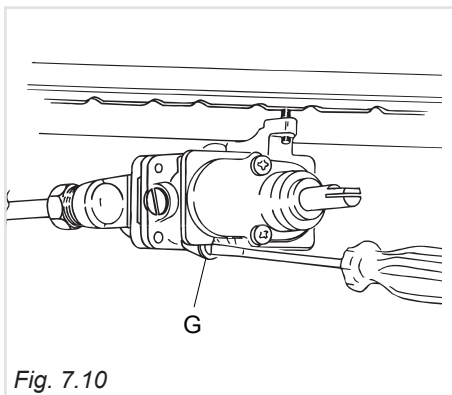

Fig. 7.10
- Sfilare la manopola del termostato e con un cacciavite a taglio svitare di circa 3 giri la vite by-pass "G" (fig. 7.10) passando attraverso l'apertura del cruscotto;
- Dopo aver tolto nuovamente la manopola e facendo molta attenzione a non ruotare l'asta del rubinetto, avvitare lentamente la vite by-pass "G" (fig. 7.10) fino all'ottenimento di una fiamma lunga 3-4 mm.